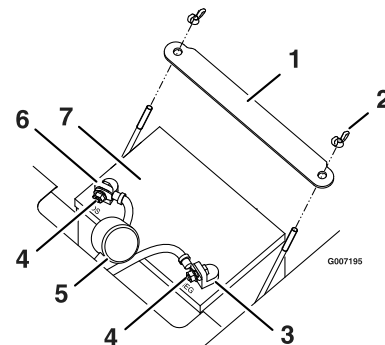

Bild 38
4. Klemmen Sie das Minuskabel (schwarz) vom Batteriepol ab (Bild 38). Bewahren Sie alle Befestigungen auf.
6. Nehmen Sie die Batterieklemme ab (Bild 38) und heben Sie die Batterie aus dem Ständer heraus.
1. Legen Sie die Batterie in den Ständer, wobei die Klemmen zur Betriebsstellung weisen (Bild 38).
5. Befestigen Sie die Batterie mit der Befestigung (Bild 38).